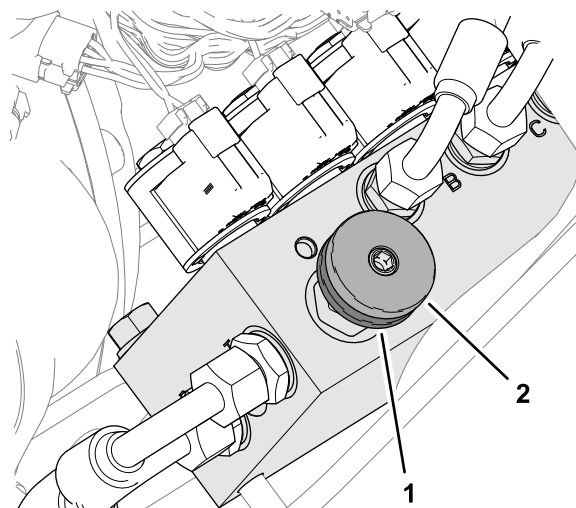

Bild 29
Gewichtsverlagerungsverteilers um eine ½-Umdrehung gegen den Uhrzeigersinn, während Sie das Handrad festhalten (Bild 29).
3. Drehen Sie das Handrad für die Gewichtverlagerung (Bild 29) wie folgt:
4. Ziehen Sie das Arretierrad wieder fest (Bild 29).